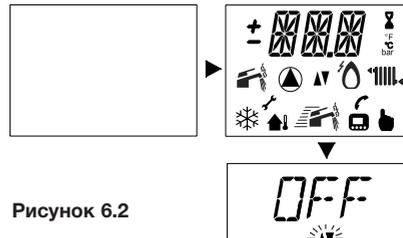

Рисунок 6.2
- Включите электропитание котла (при помощи двухполюсного выключателя). На ЖК-дисплее отобразятся все символы, а затем надпись OFF, см Рисунок 6.2.